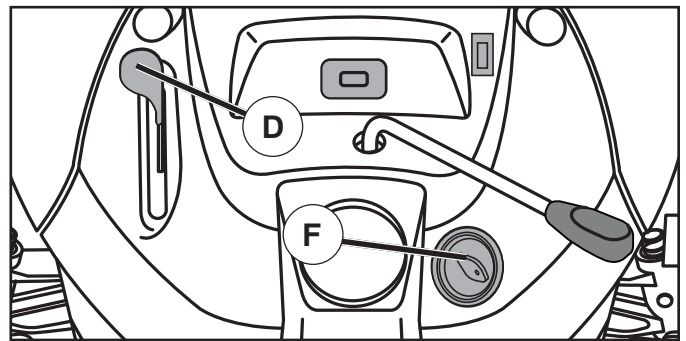

Fig. 6
- Mueva el control de la aceleración (D) a la posición de lento.
- Gire la llave de ignición (F) a la posición de apagado "STOP" y remueva la llave al abandonar el tractor para evitar el uso no autorizado.
## PARA USAR EL CONTROL DE LA ACELERACIÓN (D) (VEA FIG. 6)